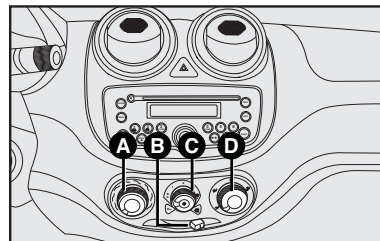

fig. 50
COMANDOS - fig. 50
1) Mando para la temperatura del aire **A-fig. 50** totalmente posicionado a la izquierda.
2) Cursor del ventilador **C-fig. 50**: posicionado en la velocidad máxima.
3) Mando para la distribución del aire **D-fig. 50** indicador en , para controlar que todas las salidas de aire estén abiertas.
4) Conecte el aire acondicionado abriendo el selector **C-fig. 50**.
El aire acondicionado es muy útil para acelerar el desempañamiento porque deshumedece el aire. Es suficiente regular los mandos para la función de desempañamiento, y activar el aire acondicionado, presionando el pulsador **C-fig. 50**.
1) Acondicionador de aire conectado **C-fig. 50**.